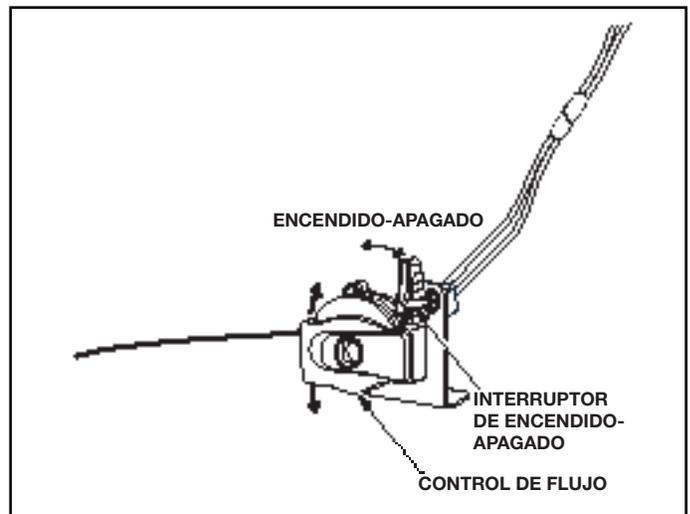

FIGURA 14
- 24. Mueva la palanca de control de flujo hasta la posición "OFF". Esto debe apagar el interruptor "ON-OFF". Si no es así, puede aflojar el control y girarlo lo suficiente para que la palanca de control de flujo, cuando se mueva a la posición "OFF", apague el interruptor. Véase la Figura 14.